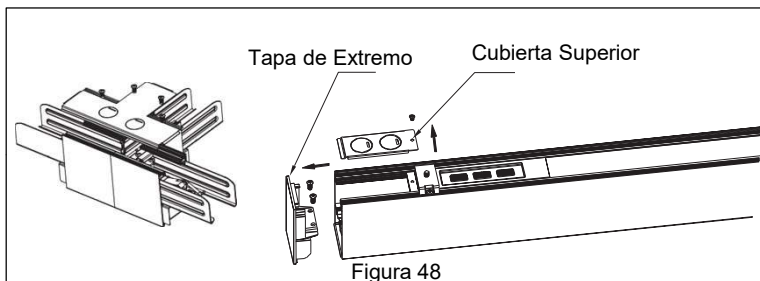

Figura 48
1. Retire la cubierta superior del conector en T y de las lámparas. Luego retira la tapa del extremo de cada lámpara. **Ver Figura 48.**